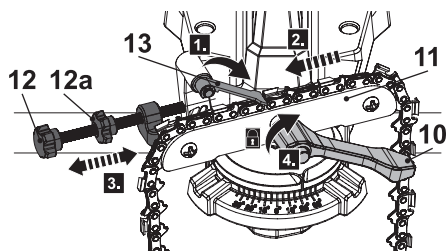

Fig. 5
1. Faites basculer la butée de chaîne (13) vers l'avant et laissez-la se placer juste derrière le maillon de chaîne à affûter (Fig. 5, étape 1).
2. Tendez la chaîne de sciage vers l'arrière contre la butée de chaîne (13) (étape 2).
3. Abaissez le disque abrasif (15) à l'aide de la poignée (1) pour vérifier la quantité de matériau qui sera affûtée.
4. Desserrez l'écrou de verrouillage (12a) et tournez la vis de réglage (12) pour ajuster la position de la chaîne de sciage (étape 3). Abaissez le disque abrasif à l'aide de la poignée à plusieurs reprises pour vérifier le réglage.
- Une fois le réglage requis atteint, fermez l'étau de la chaîne de sciage (11) pour bloquer la chaîne dans la position en tournant le levier de serrage (10) dans le sens des aiguilles d'une montre (étape 4) et serrez l'écrou de verrouillage (12a) en le tournant dans le sens des aiguilles d'une montre.